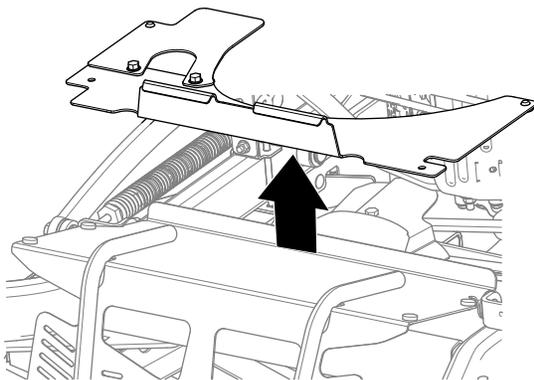

Рисунок 35
3. Снимите накладку защиты с машины (Рисунок 35).